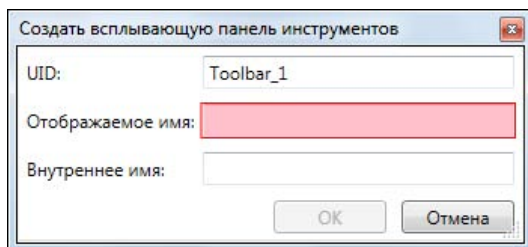

Рис. 12.18. Окно Создать всплывающую панель инструментов
- ◆ В окне **Создать всплывающую панель инструментов** (рис. 12.18) заполнить параметры.